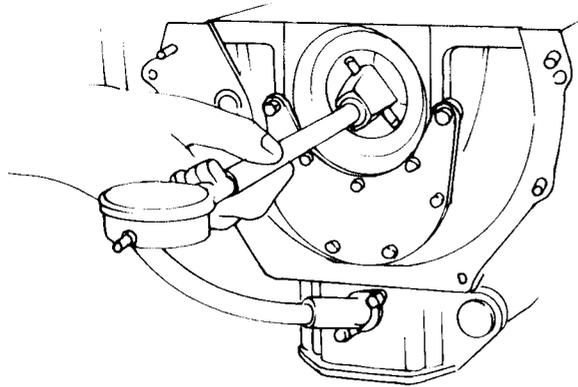

Bild 38
- Innendurchmesser der Bohrung mit einer Innendiameterruhr ermitteln, wie es aus Bild 38 ersichtlich ist, welches die Messung an einem Endlager zeigt.